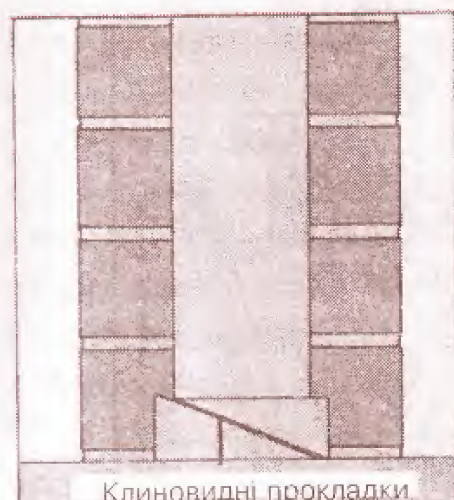

Рис.5.
3. Встановлення "центра". Прибійте цвяхами стояки з брусків 100 x 50 мм між фанерними панелями "центру", потім скріпіть стояки поперечними стяжками 100 x 50 мм (рис.5). Щоб визначити висоту стояків, підніміть "центр" у прорізі так, щоб лінія п'ят знаходилася на одному рівні з верхньою кромкою опорних стін, і виміряйте відстань від прокладочного бруса, прибитого уздовж нижньої кромки "центра", до рівня ґрунту. Обріжте стійки так, щоб їх довжина дорівнювала виміряній відстані мінус 50 мм. Довжина поперечних стяжок повинна дорівнювати довжині перекриття арки.